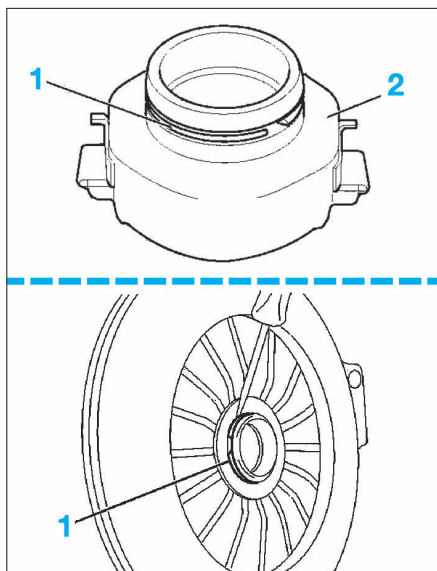

FIG. 2
- Déposer le jonc (1) (Fig.2) sans le déformer.
- Reposer le jonc (1) sur la butée (2).